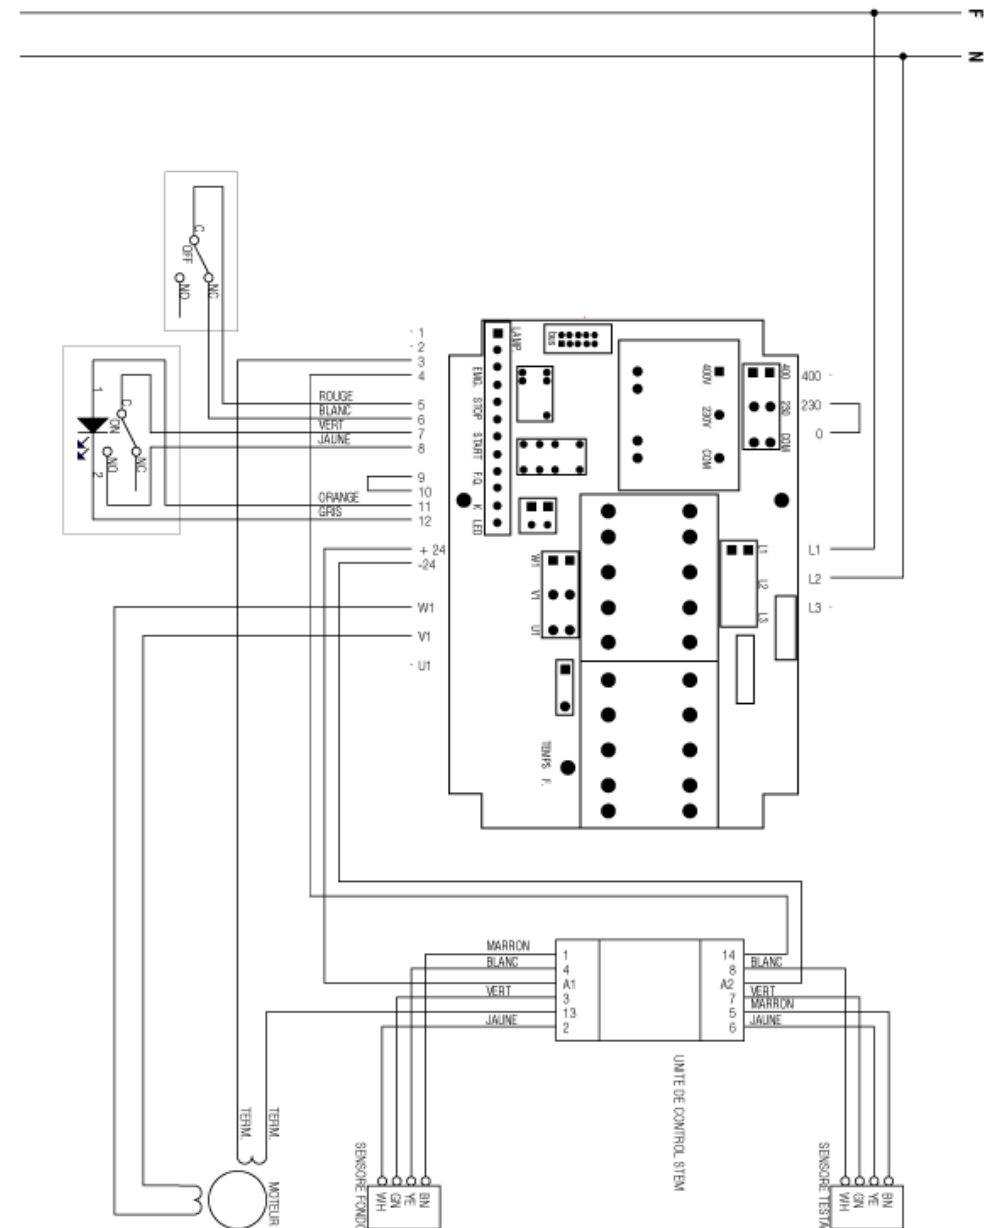

Fig.2.6.2
2.5.2 - Schéma électrique monophasé à 230V (Fig. 2.6.2)